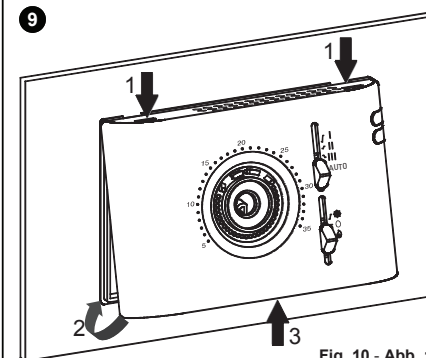

Fig. 10 - Abb. 10
- Girar la tapa haciendo que los interruptores a corredera coincidan con los relativos conmutadores y empujar hacia el interno la lengüeta de plástico ubicada en la parte inferior de la base (indicada por la flecha en Fig. 10) en este punto ejercitar una presión que haga enganchar la misma al interno del orificio ubicado en el costado inferior de la tapa. A este punto verificar la correcta posición de los interruptores a corredera.
- Tourner la calotte en faisant en sorte que les glissières coïncident avec leurs commutateurs respectifs et pousser la languette en plastique située sur la partie inférieure de la base vers le bas (la languette est indiquée par une flèche sur la Fig. 10) ; exercer une pression jusqu'au déclenchement de la languette de fixation en plastique à l'intérieur de l'orifice sur le côté inférieur de la calotte. Vérifier ensuite que les glissières coulisent correctement.
- Setzen Sie nun die Abdeckung wieder auf das Unterteil. Obere Haken im Deckel einrasten (siehe Abb. 10).
- Vor dem nach unten führen prüfen Sie die Stellung der Wählschalter (siehe Abb. 10).